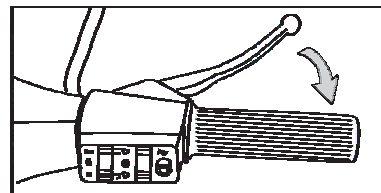

Abb. 27
5.2 **Handhebelbremse:** Wirkt auf das Vorderrad. Den Bremshebel mit der Hand in Richtung Drehgriff drücken (Abb. 27).